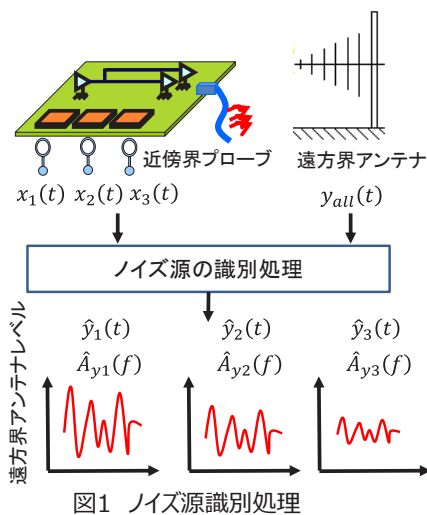

図1 ノイズ源識別処理
- 近傍電磁界と遠方界を同時に測定せず、ノイズ源を識別し、遠方界( $y_{all}$ ) から個別電源の $y_1, y_2, y_3$ を推定します(図1)。